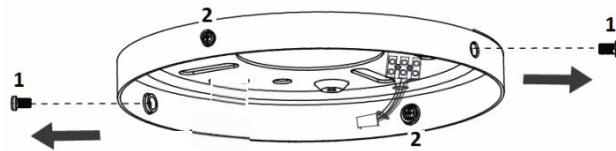

Fig. 3
- 먼저 마운팅 브라켓에 있는 나사 2개를 풀어준 후 잘 보관해줍니다. Fig. 3